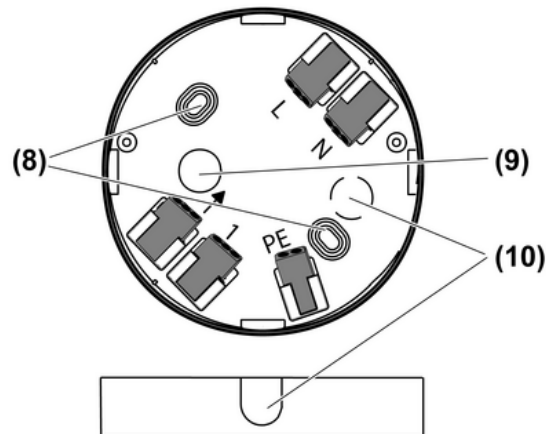

Bild 5: Anschlusskasten
- (8) Befestigungslöcher
- (9) Leitungseinführung, Unterputz
- (10) Dünnstellen für optionale Leitungseinführungen
- Für eine zusätzliche Leitungseinführung Unterputz oder Leitungseinführung Aufputz entsprechende Dünnstelle (10) ausbrechen (Bild 5).
- Anschlusskasten (4) mit beiliegendem Dübel-/Schraubenset durch Löcher (8) befestigen (Bild 5).